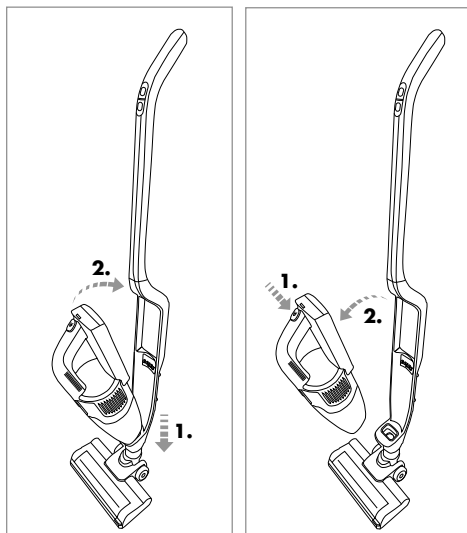

Afb. 2
- 1) Draai de schroef 13 achter op de steel 12 linksom los met een kruiskopschroevendraaier. Haal de schroef 13 uit de schroefopening op de steel 12 (afb. 2).
- 2) Steek de steel 12 op de steelhouder van het apparaat. Schuif de steel 12 helemaal op de steelhouder tot hij stevig op het apparaat vastzit (afb. 2).
- 3) Steek de schroef 13 weer in de schroefopening achter op de steel 12. Draai de schroef 13 met een kruiskopschroevendraaier rechtsom vast (afb. 2).